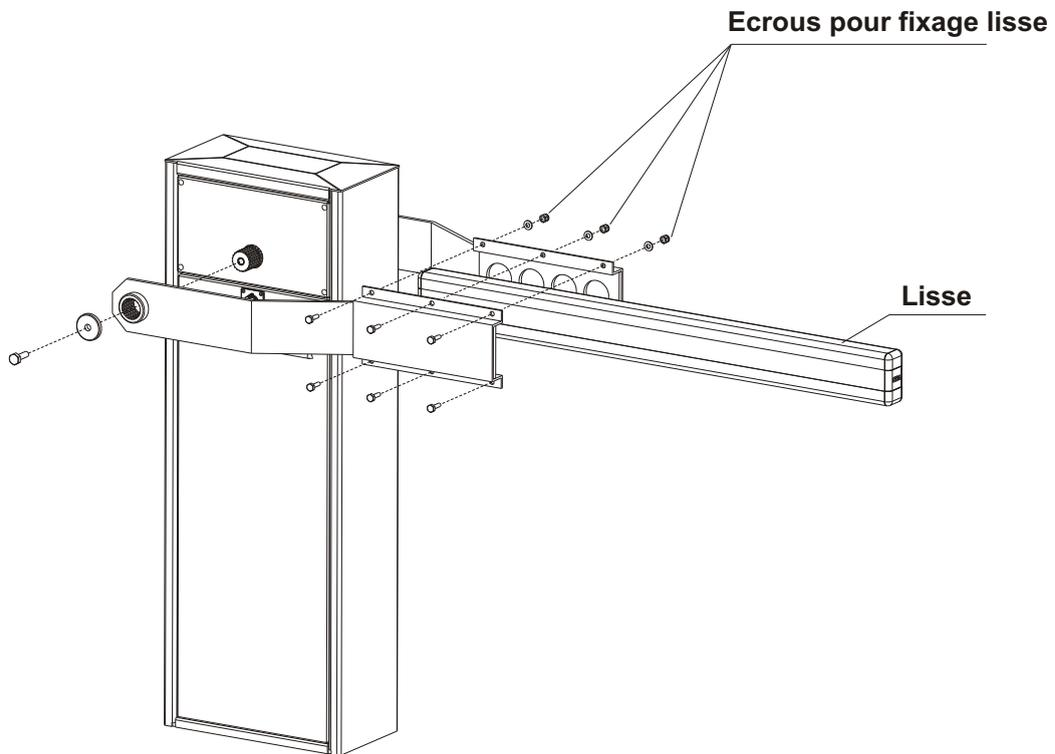

Fig. 9
5) Assemblage de la lisse centrale (Fig. 9)